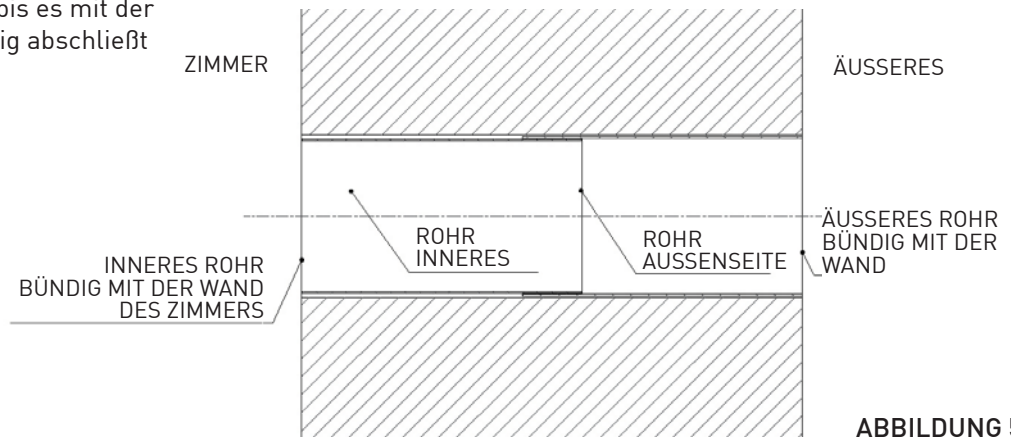

ABBILDUNG 5
4. Führen Sie das innere Rohr in Übereinstimmung mit dem äußeren Rohr ein, bis es mit der Zimmerwand bündig abschließt (Abbildung 5)